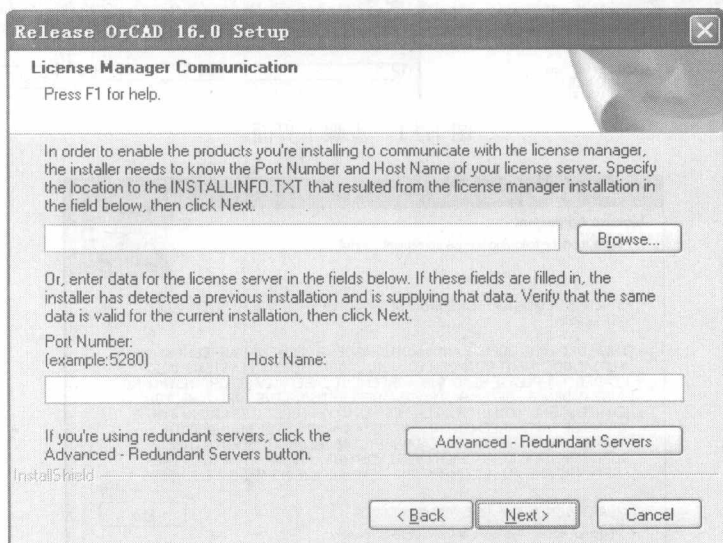
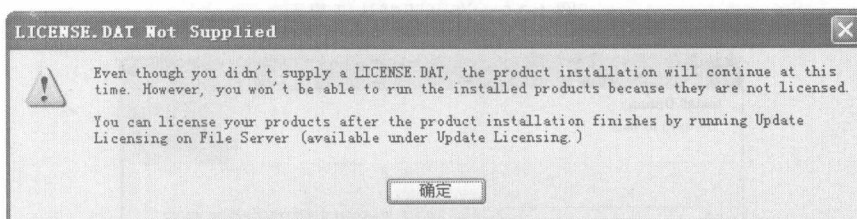

图 1.2.5 License Manager Communication 对话框
图 1.2.6 环境变量提示框
(4) 在弹出的如图 1.2.5 所示的 License Manager Communication 对话框中,可选择性填写,也可不填,单击 Next 按钮。系统弹出如图 1.2.6 所示的提示框,提示最后须将 License.dat 写入系统环境变量,以保证程序的正常运行。这里采用后一种安装方式。